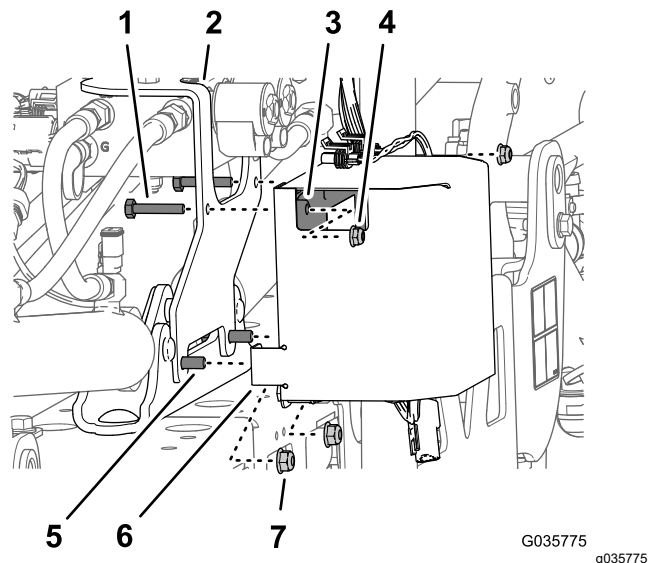

図 30
3. ウルトラソニックブーム仕上げキットの取り付けブラケットをシリンダマウントに固定しているフランジロックナット 5/16" 2 個を外す 図 30。
4. コントローラのカバー 図 30 を組み付けるカバーの下前の穴にフランジヘッドボルト 5/16 x 1" を通し、3 で外したフランジロックナット 5/16" 2 個を使用して、カバー、ブラケット、マウントを仮止めする。
5. 取り付けブラケットウルトラソニックブーム仕上げキットの上穴、後ろフランジ、コントローラにボルト 1/4 x 1 3/8" を通し 図 30 フランジロックナット 1/4" 2 個で固定する。